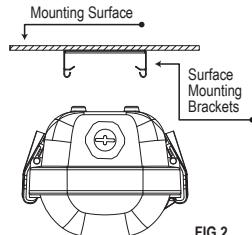

FIG 2
5. Push the Housing into the Surface Mounting Brackets (see Fig. 2) and confirm it is securely attached.
- Insérez le bâti dans les supports de montage en surface comme illustré sur la Figure 2. Assurez-vous que le bâti est bien fixé aux supports de montage en surface.